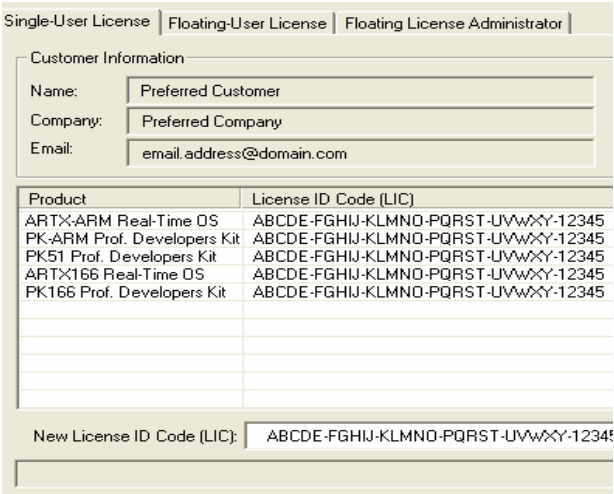

图 2-11 单用户许可证注册成功后界面
- (1) 安装好 μVision 3；
- (2) 在 μVision IDE 中，单击 File – License Management 菜单项进入许可证管理对话框；
- (3) 选择 Single-User License 页，在该页右边的 CID（Computer ID）文本框中会自动产生 CID；
- (4) 用CID和MDK提供的PSN（产品序列号）在 <https://www.keil.com/license/embest.htm>注册，确保输入邮箱的正确性；
- (5) 通过注册后，在所填写注册信息的邮箱中将会收到许可证 ID 码 LIC(License ID Code)；
- (6) 将得到的许可证 ID 输入 New License ID Code (LIC) 文本框，然后单击右边的 Add LIC 按钮，此时这册成功，如图 2-11 所示：